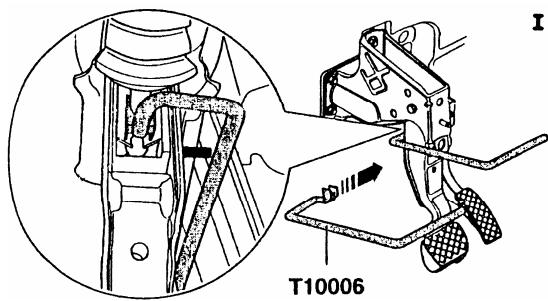

图 13-61 装上专用工具
- (1) 拆下司机一侧杂物箱
- (2) 拆下制动灯开关，对于装有车速控制装置的车，还要拆下通风阀。
- (3) 拆下制动灯开关。
- (4) 如图 13-61 所示，从下面穿上专用工具 T10006。